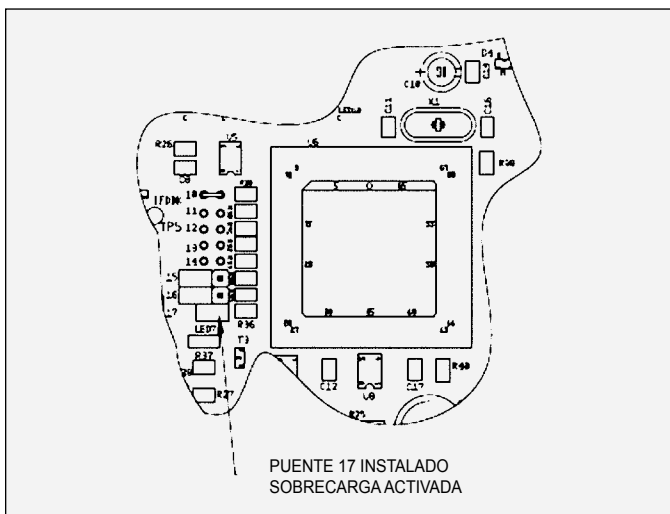

Figura 20: Ubicación de puentes - Activación de sobrecarga
2. Coloque el puente a través de los dos (2) pasadores en la ubicación 17 del tablero principal del PC (ver la Figura 20).